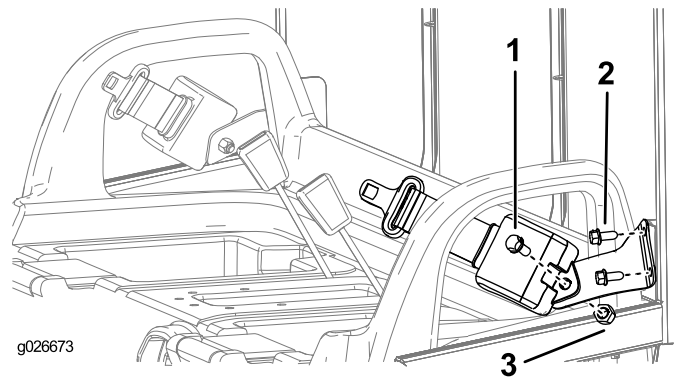

Figura 7
1. Montate una staffa della cintura di sicurezza su ciascuna linguetta del sistema di protezione antiribaltamento con 2 bulloni (3/8 poll.), come illustrato in Figura 7.
3. Montate l'estremità retrattile di ciascun gruppo della cintura di sicurezza su ciascuna staffa di ancoraggio della cintura di sicurezza con un bullone (7/16 poll.) e un dado (7/16 poll.), come illustrato in Figura 7.